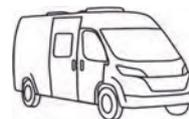

Fig. 94 Apretar las tuercas o los tornillos de las ruedas en forma de cruz
- Apretar las tuercas de rueda o los tornillos de rueda en el orden indicado en Fig. 94. Para ello, usar una llave dinamométrica y cumplir con el par de apriete especificado (véase apartado 13.5).
- Comprobar periódicamente que las tuercas o tornillos de las ruedas estén firmemente apretados. Volver a apretar las tuercas de rueda o los tornillos de rueda de una rueda cambiada después de 50 km. En esto, proceder en el orden indicado en Fig. 94.
- Al utilizar llantas nuevas o recién pintadas, reajustar además las tuercas o tornillos después de 1 000 a 5 000 km aprox. En esto, proceder en el orden indicado en Fig. 94.